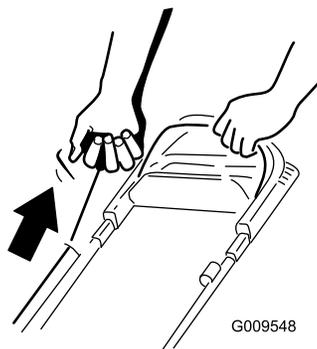

Рисунок 18
2. Потяните рукоятку ручного стартера (Рисунок 18).
**Примечание:** Тяните за рукоятку ручного стартера без усилия до тех пор, пока не почувствуете сопротивление, после чего резко дерните ее (Рисунок 18). Дайте тросу медленно вернуться в рукоятку.